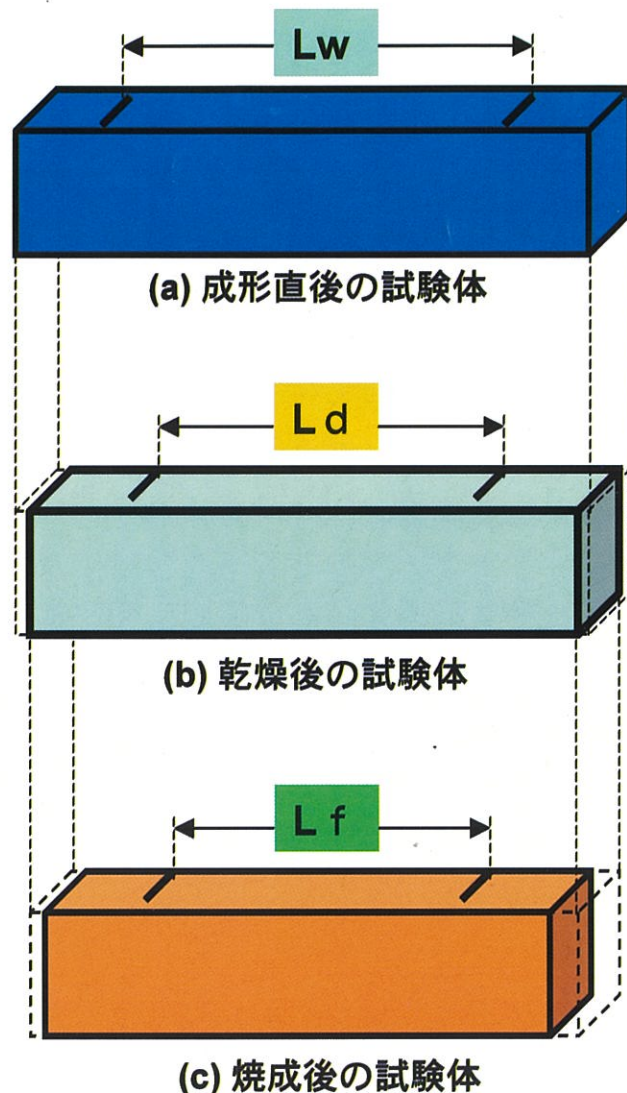

図1
・坯土等の試験体は、石膏型で型起し成形するか、タタラを用いて成形し、概ね図1の(a)のような成形体とします。
- 成形直後の試験体に、図1の(a)のように長さ方向に10.00cm (ノギスを用いた方がよい)の印を付ける。その時の長さを (Lw) とする。
- 十分乾燥した試験体の印の長さを測る。図1の(b)のように、その時の長さを (Ld) とする。
- 窯出し後、焼成によって収縮した長さを測定する。図1の(c)のように、その時の長さを (Lf) とする。